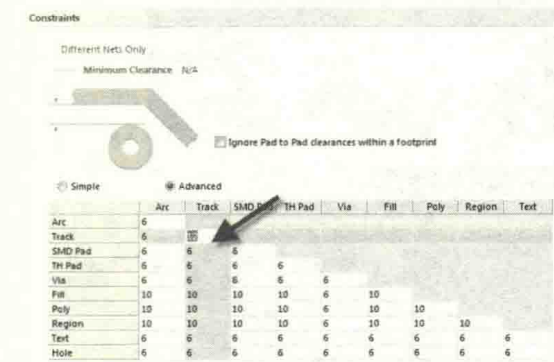

图 12-63 线与线间距的规则设置
(1) 走线间距满足 3W 原则。在走线时有时候不注意，走线和走线太近，这样会容易引起走线和走线之间的串扰。处理完连通性之后，可以设置一个针对线与线间距的规则去协助检查，如图 12-63 所示。